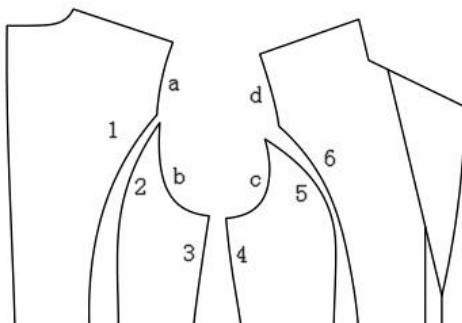

图 1
2. 如图 1，再依次点选或框选与曲线连接的线 1 线 2、线 3 线 4、线 5 线 6，击右键，弹出对话框；